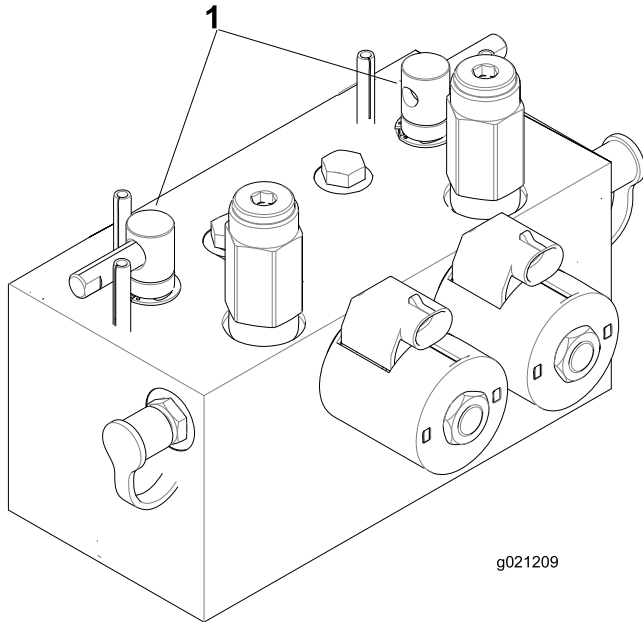

Bild 74
2. Entriegeln und klappen Sie den Sitz hoch, um die Läpphebel frei zu legen (Bild 74).
5. Wählen Sie entweder den vorderen, hinteren oder beide Läpphebel aus, um festzulegen, welche Geräte geläpft werden (Bild 74).